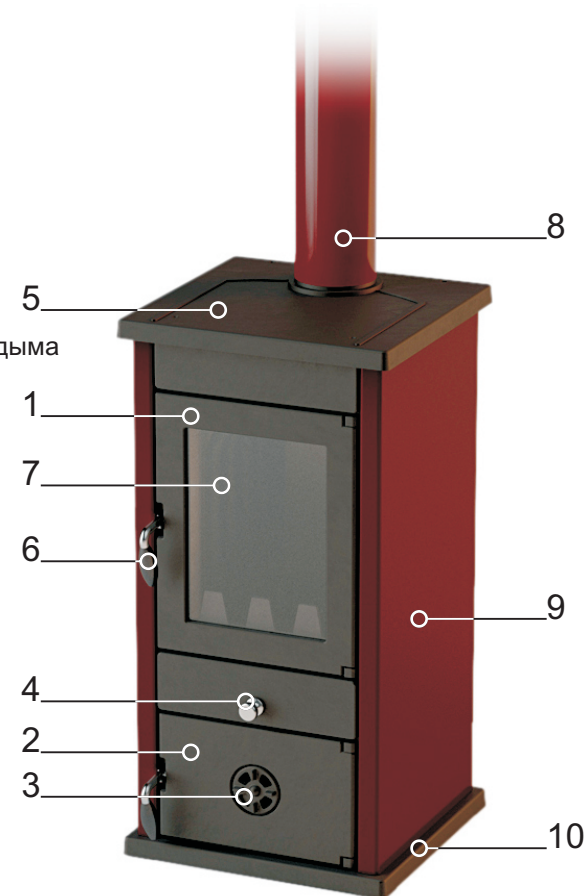

Рисунок 1.
- Регулятором первичного воздуха в печи Вы регулируете температуру, мощность и скорость сгорания топлива(Рисунок 1, позиция 3).
Рабочий стол печи - чугунная варочная поверхность(рисунок 1,позиция 4) на которой находится дымоотводный патрубок (рисунок 1,позиция 6).
Дверка топочной камеры(рисунок 1,позиция 1) - чугунная с прозрачным жаростойким стеклом, дверка зольного ящика (рисунок 1,позиция 2) - чугунная с регулятором подачи воздуха(рисунок 1,позиция 3).
- дверку зольного ящика оставьте открытым до появления стабильного огня, после закрытия интенсивность горения регулируйте с помощью регулятора подачи воздуха (рисунок 1,позиция 3);